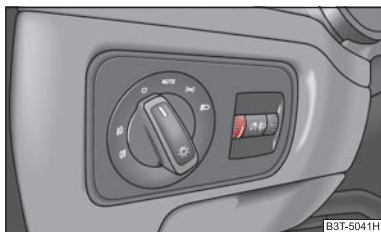

Fig. 50 Bordul: Iluminarea instrumentelor de bord
- Rotiți regulatorul rotativ ⇒ fig. 50 pe intensitatea dorită a iluminării instrumentelor de bord.